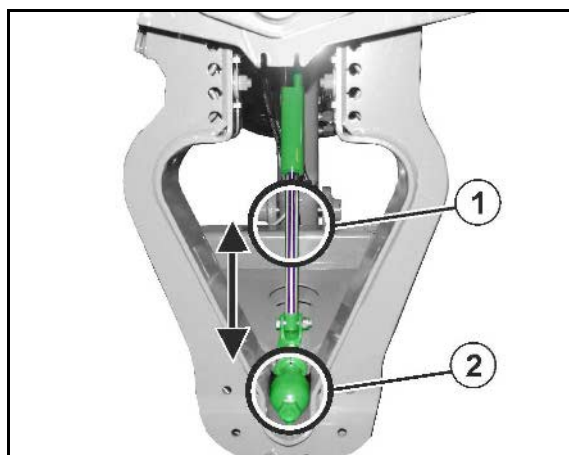

Fig. 97
| | (9) Bomarmatur, se Fig. 97. |